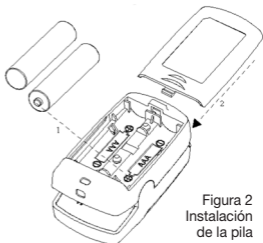

Figura 2
2. Haciendo referencia a la Figura 2, introduzca correctamente dos pilas AAA en su compartimento.